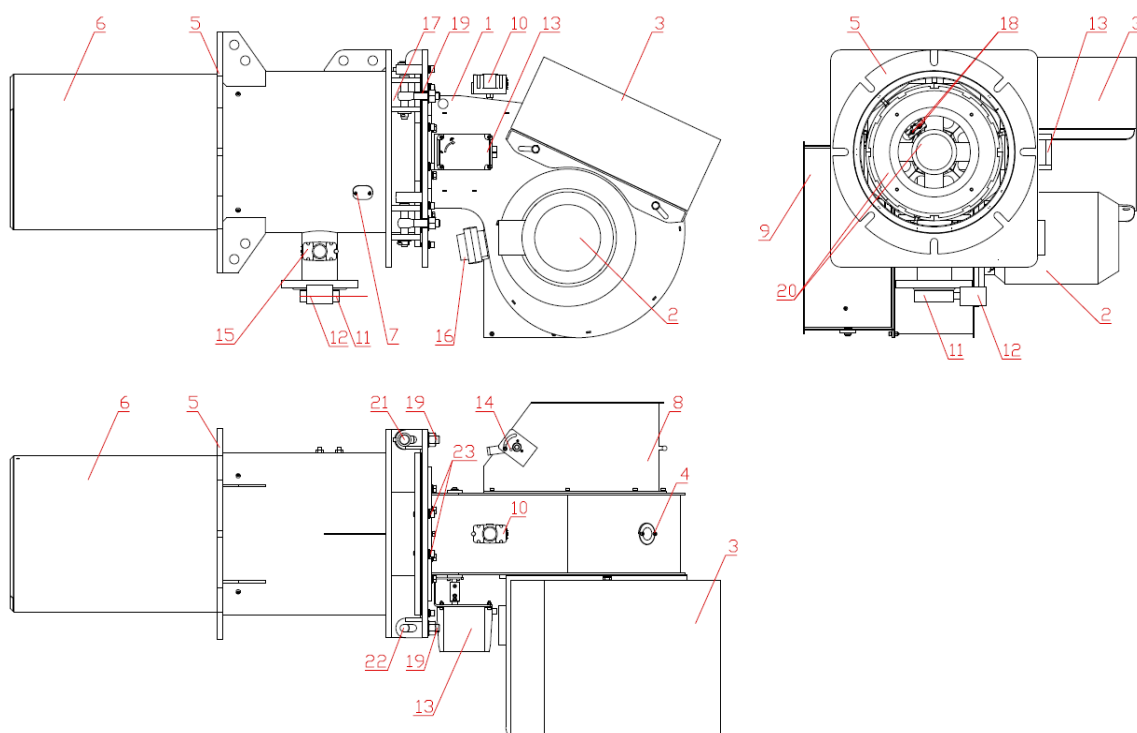

Рис.1. Общий вид устройства горелочного серии Т-3.490 G.E.
1.3.1 Состав устройства горелочного серии Т-3.490 G.E и размещение составных частей показаны на рис.1.